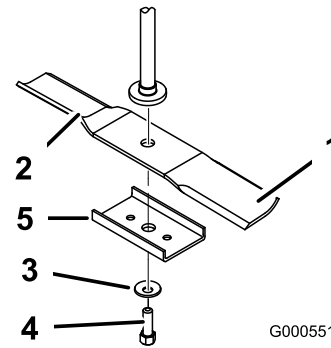

Figure 39
Tenez la lame à son extrémité avec un chiffon ou un gant épais. Enlevez de l'axe, le boulon, la rondelle bombée, le renfort et la lame (Figure 39).
1. Placez la lame sur l'axe avec le renfort (Figure 39).
- Montez la rondelle bombée (face concave vers la lame) et le boulon de lame (Figure 39). Serrez le boulon à 47-88 Nm (35-65 pieds-livre).